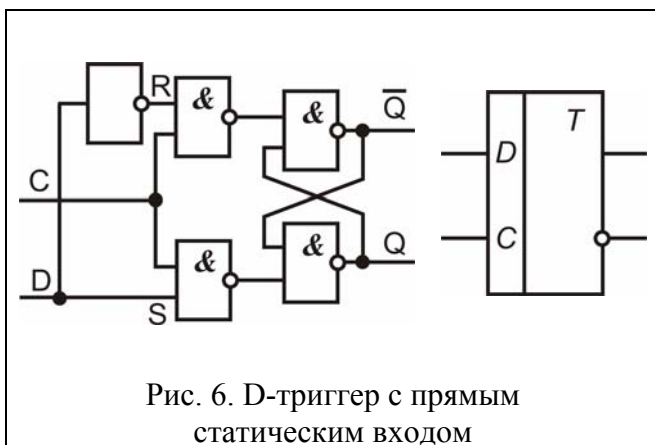

Рис. 6. D-триггер с прямым статическим входом
D-триггеры. D-триггеры строятся на основе RS-триггеров. У них два входа – информационный вход D и вход синхронизации C . При подаче синхронизирующего сигнала C триггер запоминает состояние входного сигнала D . Как и RS-триггеры, D-триггеры могут быть как со статическим, так и с динамическим управлением, могут строиться по одноступенчатой и по двухступенчатой («Master-Slave») схеме. Простейший D-триггер с прямым статическим входом показан на рис. 6.
5. В EWB собрать D-триггер по рис. 6, измерить таблицу истинности.